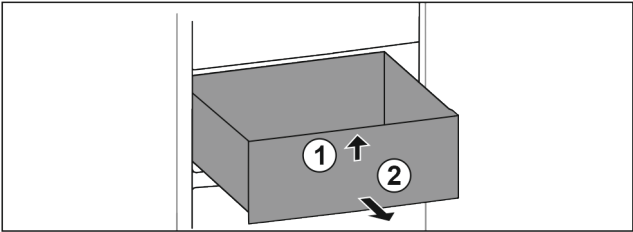

Fig. 15
- ▶ 抬起抽屉前部。 Fig. 15 (1)
- ▶ 朝前取出抽屉。 Fig. 15 (2)